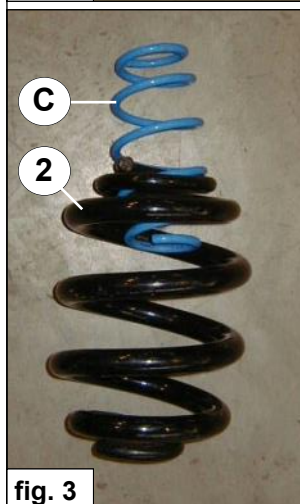

fig. 3
4. Draai de hulpveer C vanaf de bovenzijde geheel in de hoofdveer. Zie fig. 3.
4. Turn the auxiliary spring C from the top all the way into the main spring. See fig. 3.
4. Ziehen Sie die Hilfsfeder C von die Obenseite ganz in die Hauptfeder. Siehe Fig. 3.
4. Enfoncez entièrement le ressort auxiliaire **C** à partir du haut dans le ressort principal. Voir fig. 3.